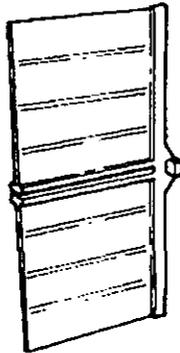

FIGURA 2.28. Separador de fases EIP.
**Separador de fases EIP.**- Los separadores de fase son aisladores que se instalan verticalmente entre los conectores del interruptor, para reforzar el aislamiento entre conectores evitando la propagación del arco cuando se presente una falla en el lado de las barras principales. Estos separadores se ilustran en la figura 2.28.